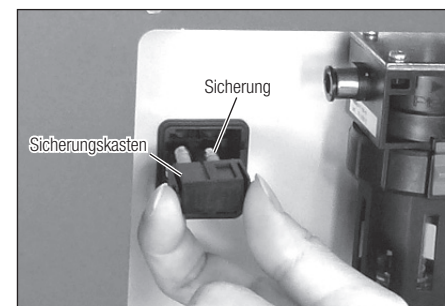

Abb. 30
- 3) Drücken Sie die Klemmen des Sicherungskastens im Inneren, während Sie gleichzeitig die Sicherungen herausziehen und entfernen (Abb. 30).